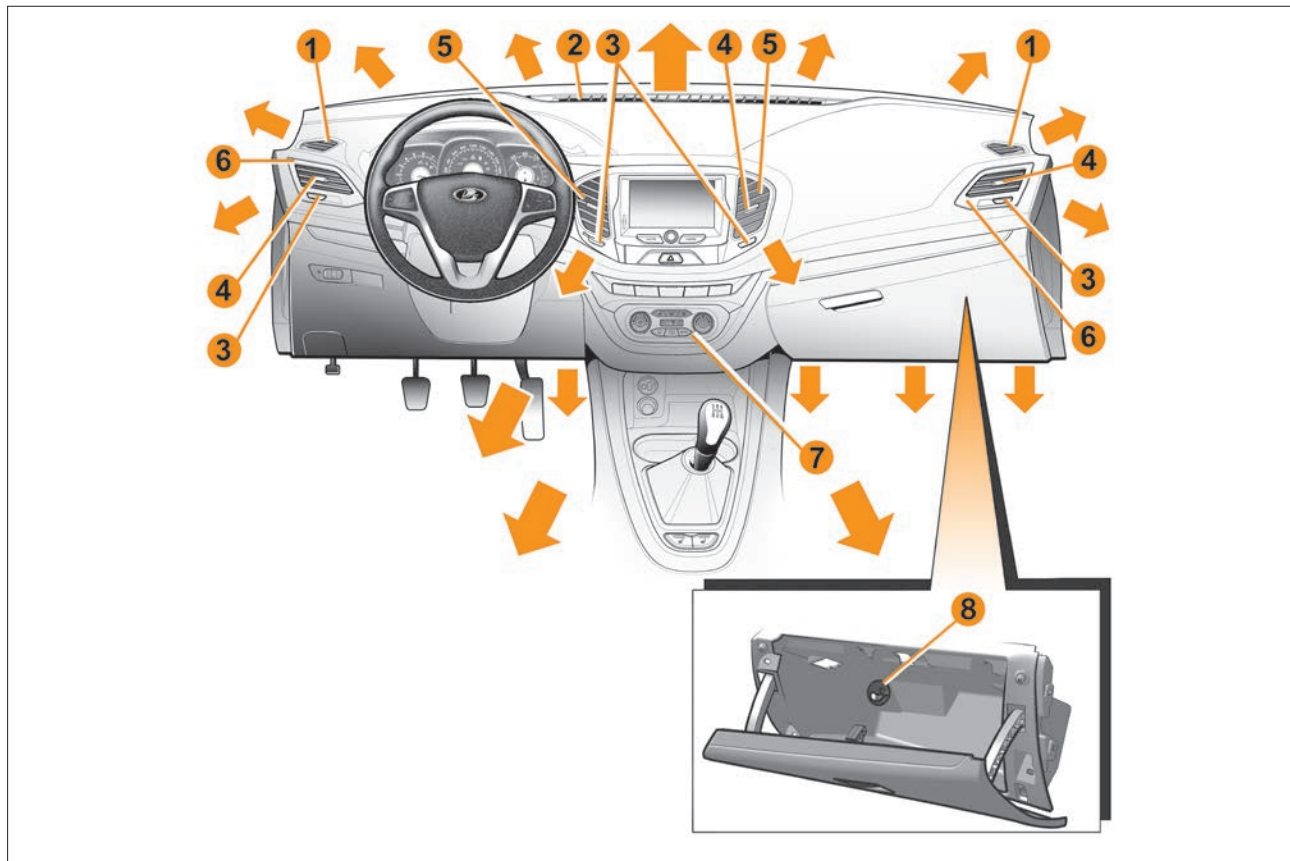

Рис. 3. Органы управления системой вентиляции и отопления салона
- 1 – сопла обдува (обогрева) боковых стекол (стр. 57, рис. 3);
8 – поворотная заслонка воздуховода охлаждения вещевого ящика (рис. 3). Функция охлаждения доступна в автомобилях с климатической системой «Комфорт» и «Люкс».
В тёплое время года рекомендуется направлять воздух в регулируемые сопла **5** и **6** (см. рис. 3) на панели приборов для лучшей вентиляции салона. Установите среднюю или максимальную скорость воздушного потока для эффективного удаления избытков тепла из салона. Нажмите кнопку , установите комфортное направление потока воздуха из сопел с помощью рукояток регулировки **4**. Установите мини-